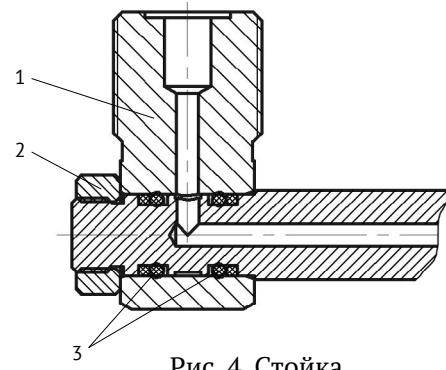

Рис. 4. Стойка
6.8 Стойка 1 (Рис. 4) имеет возможность поворачиваться относительно оси трубы рампы. Необходимое положение стойки фиксируется гайкой 2.